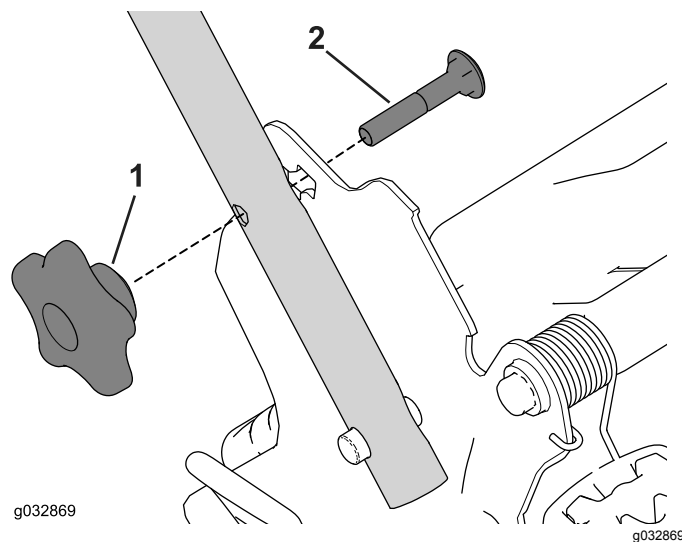

Figura 22
3. Inserte el perno de cuello cuadrado (con la cabeza del perno hacia el interior) a través del soporte del manillar y del orificio superior del extremo del manillar. Asegúrese de que los bordes cuadrados de cada perno de cuello cuadrado entren en el orificio cuadrado superior o inferior de su soporte del manillar relacionado (Figura 22).